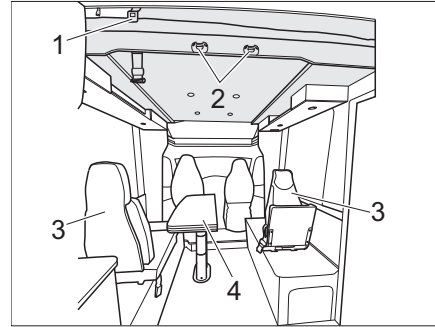

Fig. 167 Lit escamotable électrique (variante 3)
- L'échelle de montée doit être accrochée par les deux étriers aux crampillons (Fig. 167,2) se trouvant sur le lit escamotable.
- Descendre la table rabattable à 2 montants, escamotable (Fig. 167,4) (voir chapitre 7.8.8).
- Démontez et ranger 2 sièges individuels (Fig. 167,3).
- Démonter et ranger 2 sièges individuels (Fig. 167,3).